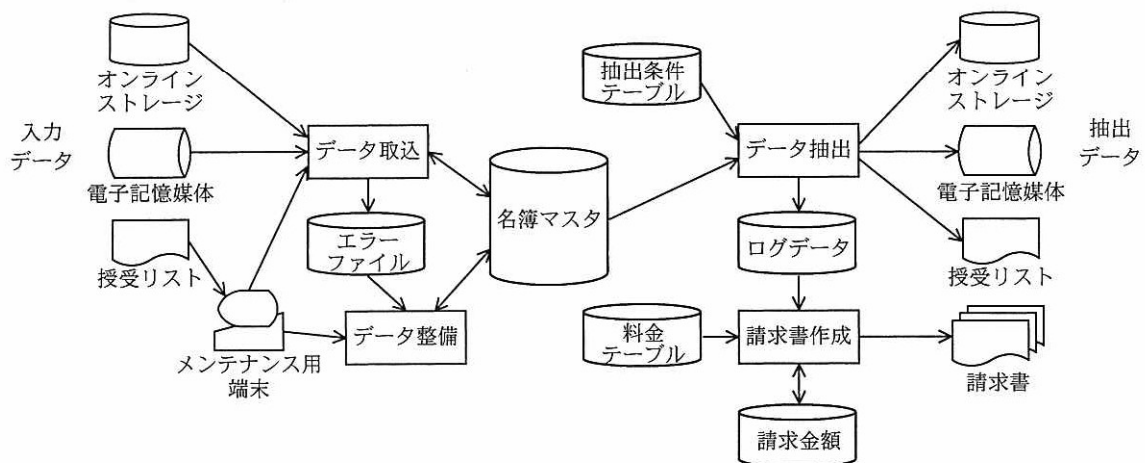

図1 名簿データ管理システムの処理フロー図
A社では、名簿データ管理システム開発プロジェクトの計画を策定中であり、アプリケーション設計チームで作成した図1に示す処理フロー図を基に、工数見積りを行う段階に入った。工数見積りの結果がコスト見積り時の根拠となるので、正確性の確保はもとより、プロジェクトにおける各種の制約条件を考慮したものとする必要がある。
- (1) 工数見積りには、A社でアレンジした簡易ファンクションポイント法を用いる。簡易ファンクションポイント法は、ソフトウェアがもつ機能及び入出力インタフェースの数を基に、そのソフトウェアの開発規模を推定する手法である。図1で示す各処理の内容を、機能及び入出力インタフェースごとに分類し、それぞれをファンクションとして定義する。図1の処理フロー図から見積対象の処理ごとに、各ファンクションの個数を求める。
- (2) 求められた各ファンクションの個数を基に、処理ごとの開発規模を求める。名簿データ管理システムのファンクションとそれに対応する開発規模を表1に示す。
設問 1 プロジェクト管理グループに属する社員 B は、プロジェクトマネージャの指導の下、工数見積方法に従い、図 1 の処理フロー図に示された各処理の開発に要する工数を算出して、表 3 にまとめた。表 3 中の に入れる正しい答えを、解答群の中から選べ。